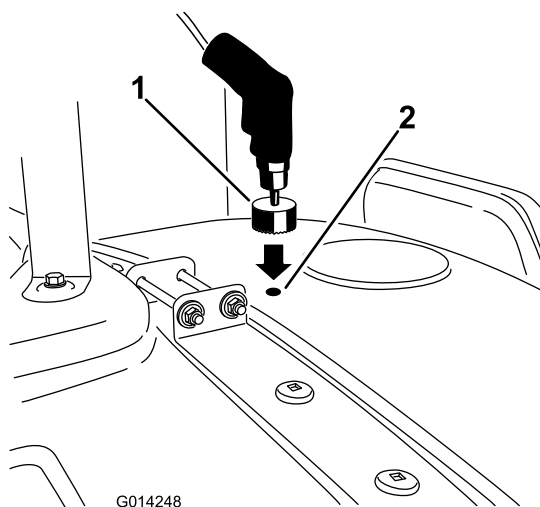

Figura 13
7. Vaya a la marca de perforación situada delante de la tapa del depósito y repita el procedimiento descrito para el otro taladro (Figura 13).